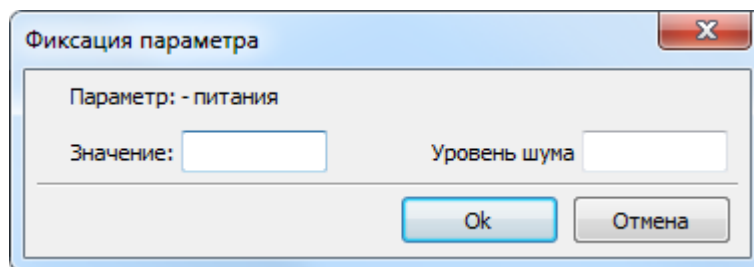

Рисунок 269. Фиксация параметров
- Выберите пункт меню **"Регистрация"** -> **"Фиксация параметров"** и в открывшемся диалоге **"Фиксация параметров"** (Рис. 269) выберите параметр, который необходимо зафиксировать. Подробнее см. Список зафиксированных параметров.
При нажатии на кнопку **Фиксировать** откроется диалоговое окно, позволяющее задать параметры фиксации выбранного параметра (Рис. 269). Также данный диалог вызывается двойным нажатием левой кнопкой мыши на нужном параметре.